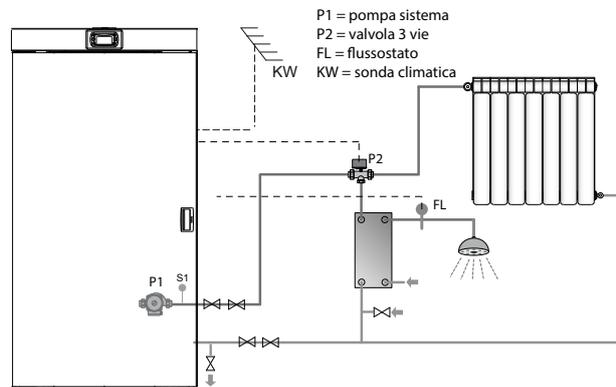

fig. 9 - Configurazione con kit sanitario
3.9 Impianto con kit istantaneo sanitario (fig. 9)